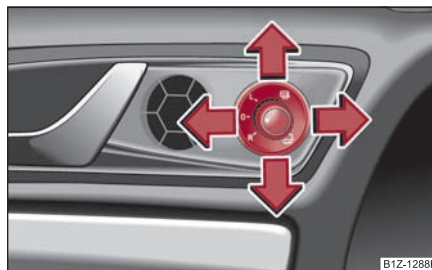

Fig. 72 Parte interior de la puerta: Botón giratorio
- Gire el botón hasta la posición  ⇒ fig. 72.
Si el botón giratorio se encuentra en la posición **R** ⇒ página 74, fig. 72 y se acopla la marcha atrás, la superficie del espejo retrovisor se abatirá un poco hacia abajo. De ese modo, es posible ver el bordillo durante el aparcamiento.
- Si los retrovisores exteriores se abatieron mediante el botón giratorio ⇒ página 74, fig. 72, entonces sólo se podrán volver a poner en posición de conducción por medio del botón giratorio.